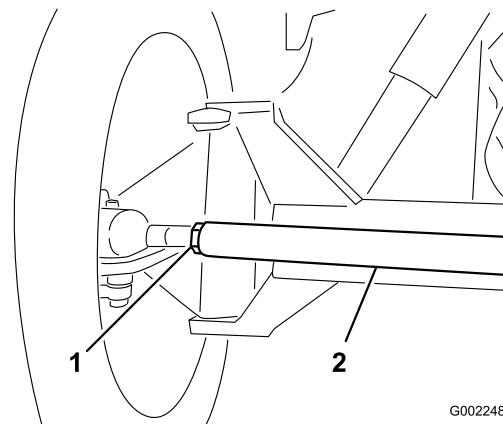

Figura 90
3. Si la distancia no está en el intervalo especificado, afloje las contratuerca en ambos extremos de la biela (Figura 90).